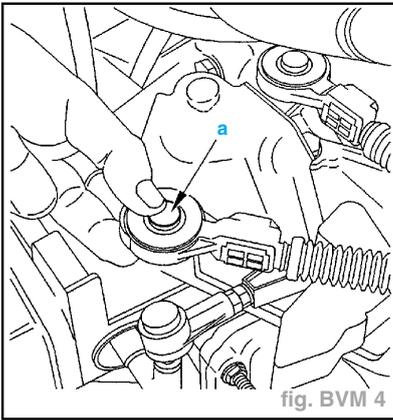

fig. BVM 4
- Déposer le support (9).
- la sonde (10),
- le connecteur de feu de recul (11),
- le câble de masse (12),
- appuyer au centre et tirer vers le haut (a) (fig. BVM 4),